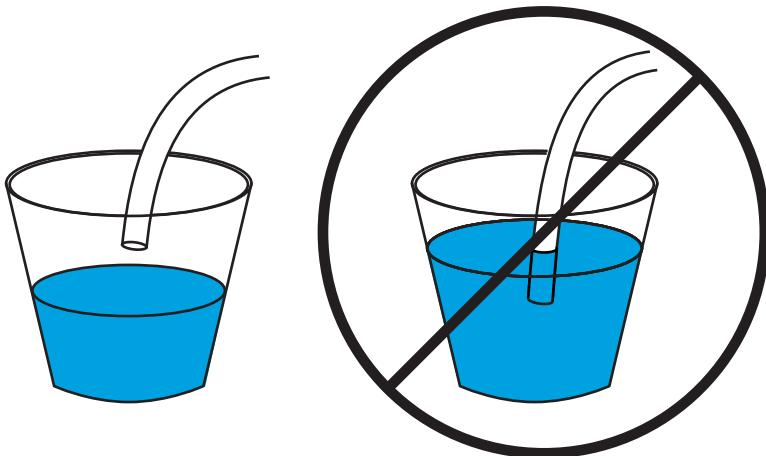

Figura 32 Tubo di drenaggio sospeso correttamente (a sinistra) e immerso in modo errato (a destra).
- L'estremità aperta del tubo non sia immersa nel contenitore di drenaggio (Figura 32).